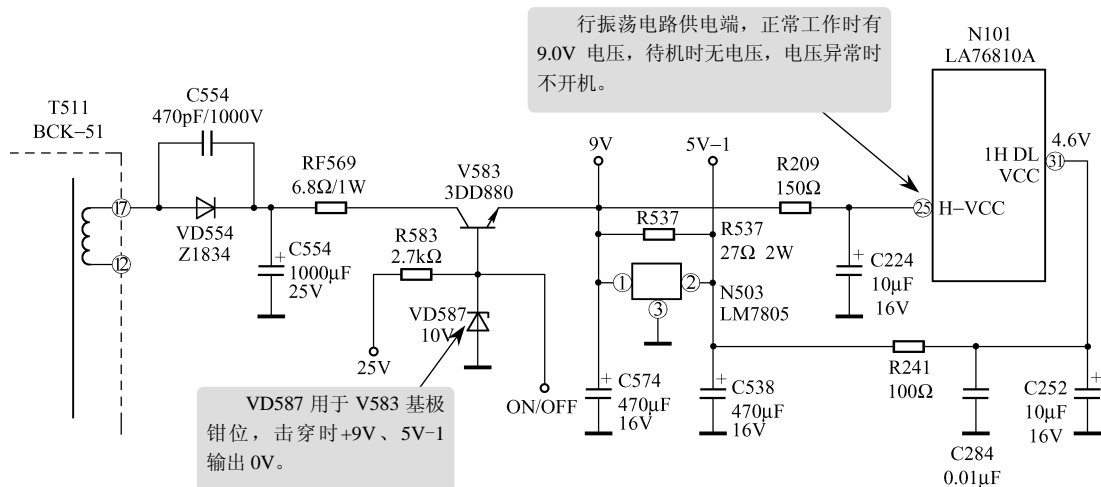

图 7-18 +9V +5V-1 电源电路故障检修
检查与分析：根据有红灯亮这一现象分析，开关稳压电源是正常工作的，并且也有 +5V-2 电压输出，因而说明中央控制系统应该是正常工作的（中央控制系统和指示灯由 +5V-2 电压供电）。因此，检修时可首先注意检查 D701 ⑦脚控制电压。经检查，D701 ⑦脚待机控制端有高低转换电平输出，但检测 N101 ⑫脚待机时为 0V，二次开机时为 0.4V，正常时 ⑫脚有 0.7V 高电平输出。再进一步检查，N101 (LA76810A) ⑤脚电压仅有 2.1V，正常时为 9V；③脚仅有 1.3V，正常时为 5.0V。因而说明 N101 ⑤、③脚的供电电路有故障。经进一步检查，VD554 正向阻值为  $180k\Omega$ ，正常时应为  $8k\Omega$  左右，且测量时表针向阻值减小方向漂移。因而说明 VD554 不良，将其直接换新后，故障被排除，如图 7-18 所示。